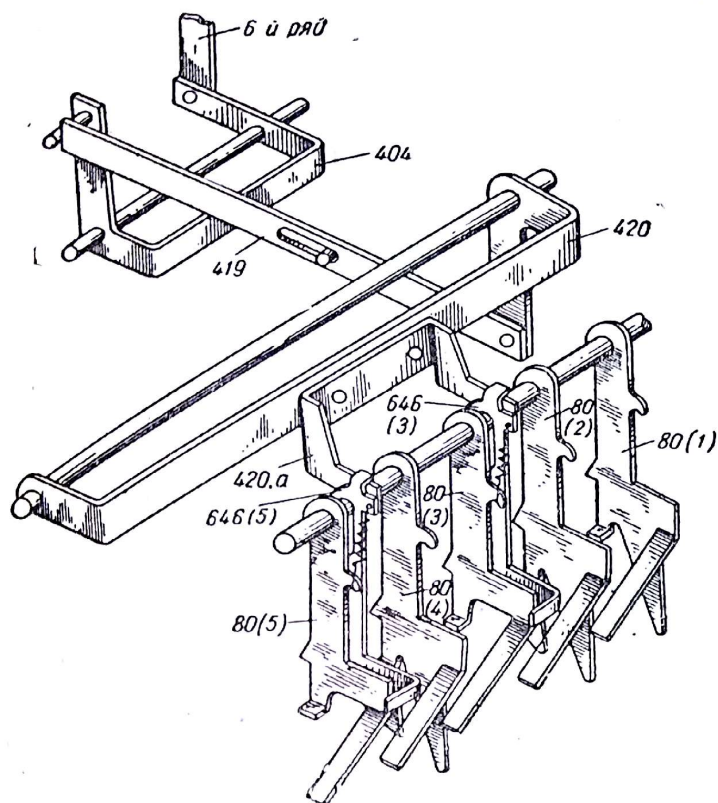

Рис. 48. Выключение печати нулей во втором и четвертом разрядах.
отводной рычаг того разряда, например пятого, в котором имеется цифра, отличная от нуля, поворачивает стопорный рычаг 80 (5) (рис. 48). Стопорный рычаг своим нижним остроконечным плечом поворачивает за отгиб стопорный рычаг следующего разряда справа, который в свою очередь поворачивает следующий справа от него стопорный рычаг и т. д. Стопорные рычаги освобождают молоточки 77, которые ударяют по печатающим штангам и печатают значащую цифру в 5-м разряде и правее четыре нуля.
**Выключение печати нулей во 2-м и 4-м разрядах** (см. рис. 48). У стопорных рычагов 5-го и 3-го разрядов нижнее остроконечное плечо срезано. Вместо этого добавлены дополнительные рычаги 646 (5) и 646 (3), которые могут подниматься и убирать свое остроконечное плечо. В этом случае при наличии в 5-м и 3-м разрядах значащих цифр, а в 4-м и 2-м — нулей последние печататься не будут.